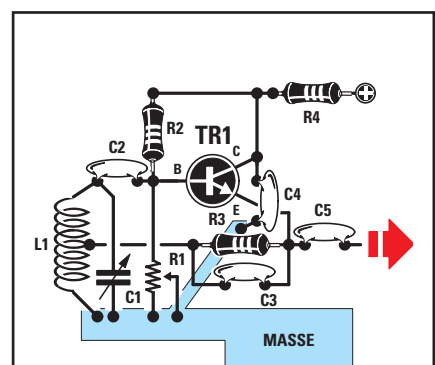

Figure 294: Toutes les extrémités des résistances ou des condensateurs présents dans notre oscillateur sont reliées à une unique piste de masse (R1, C4).
- 3 - Les extrémités des résistances et du condensateur allant à la masse ne doivent pas être reliées au hasard à une piste quelconque de masse (figure 293), car l'étage oscillateur risquerait de produire une infinité de fréquences indésirables. Tous les composants d'un étage oscillateur doivent être reliés à une unique piste de masse. La figure 294 vous donne un exemple dans lequel C4 est relié à la même piste de masse que L1, C1 et R1.